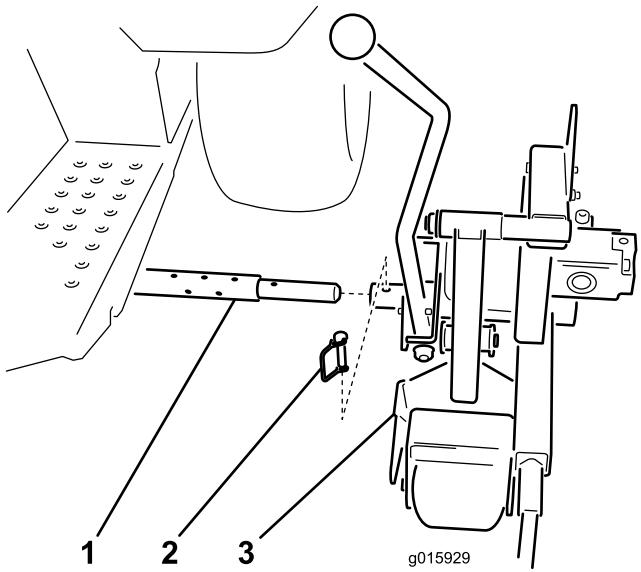

Bild 5
2. Befestigen Sie den Schneidkopf mit dem Anbauvorrichtungsstift am Querrohr (Bild 5).